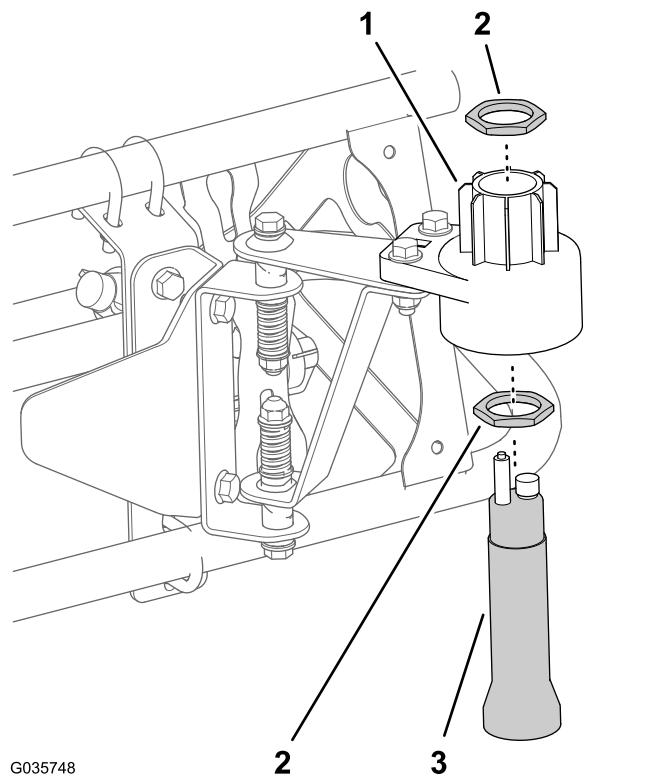

Figura 20
- A. Montai o piuliță de dimensiuni mari pe senzor (Figura 20).
- B. Introduceți senzorul în carcasa inferioară a senzorului (Figura 20).
- D. Montai cealaltă piuliță de dimensiuni mari pe senzor (Figura 20).